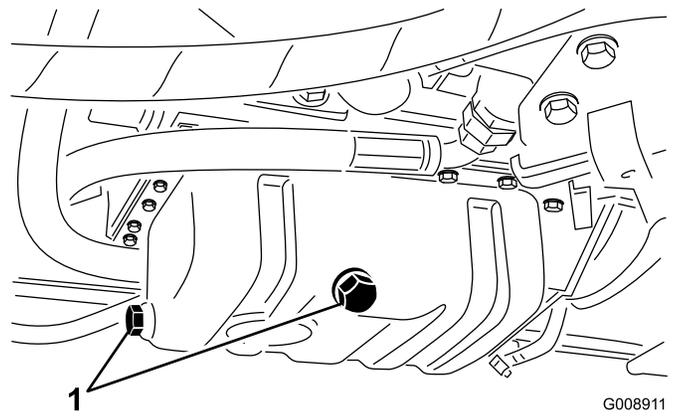

図 64
1. ドレンプラグのどちらか一方 (図 64) を外してオイルを容器に受け、オイルの流出がおわったらプラグを元通りに取り付ける。